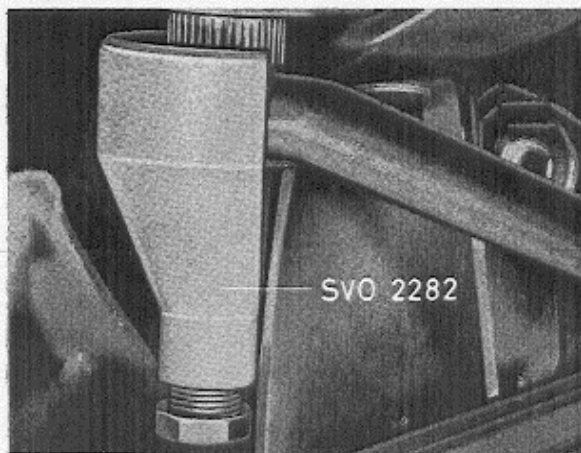

Fig. 6-39. Demontage pitmanarm
3. Verwijder de borgmoer voor de pitmanarm. Trek de pitmanarm los met SVO 2370. Draai, na montage van het gereedschap, de wielen naar links, zie Fig. 6-39.